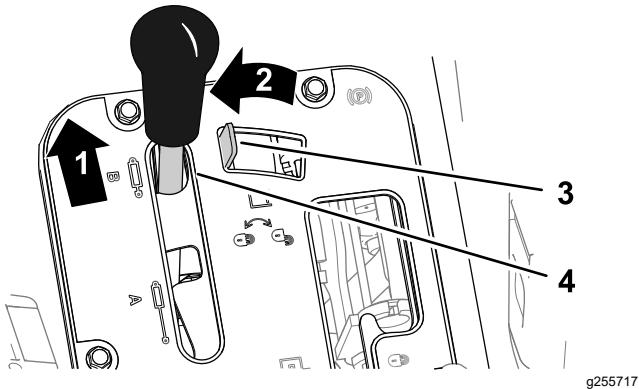
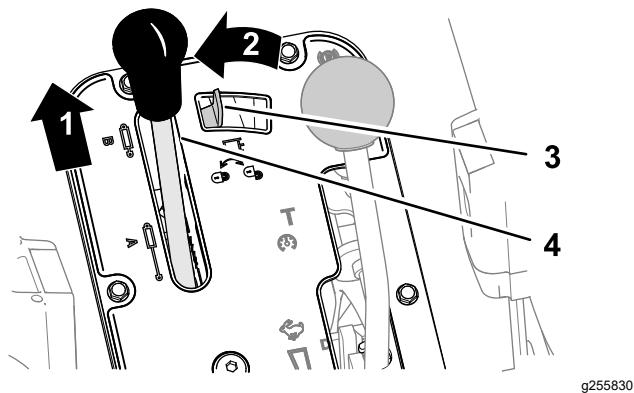

Bild 89
Bild 90
1. Drücken Sie den Hydraulikhubhebel nach vorne (Bild 89 oder Bild 90).
2. Schieben Sie die Hydraulikhubsperre nach links, um die Sperre zu aktivieren (Bild 89 oder Bild 90).